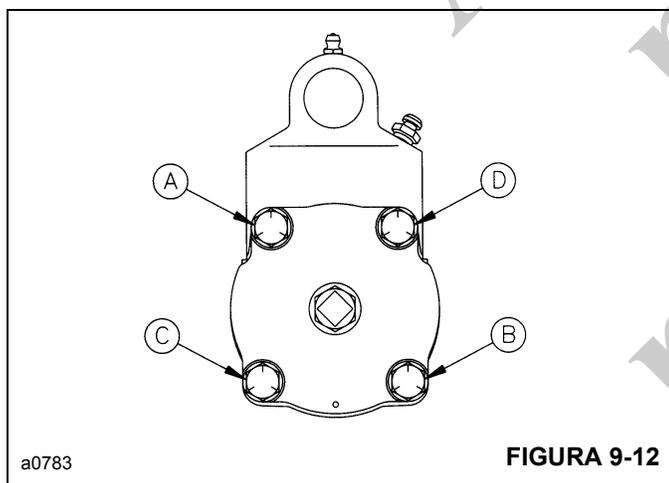

FIGURA 9-12
10. Solte, mas não remova, os quatro parafusos **1**. Solte os parafusos uniformemente na ordem **A**, **B**, **C** e **D** Figura 9-12 até a pré-carga da mola ser liberada.
29. Instale a nova junta de vedação **23**, a tampa **3**, as arruelas de pressão **2** e os parafusos **1**. Aperte os parafusos uniformemente na ordem **A**, **B**, **C** e **D** Figura 9-12. Quando instalados, aperte cada parafuso com um torque de 29,8 a 36,6 Nm (22 a 27 lb-pé).
9. Solte, mas não remova, os quatro parafusos **1**. Solte os parafusos uniformemente na ordem **A**, **B**, **C** e **D** Figura 9-12 até a pré-carga da mola ser liberada.
25. Instale a nova junta de vedação **23**, a tampa **3**, as arruelas de pressão **2** e os parafusos **1**. Aperte os parafusos uniformemente na ordem **A**, **B**, **C** e **D** Figura 9-12. Quando instalados, aperte cada parafuso com um torque de 29,8 a 36,6 Nm (22 a 27 lb-pé).